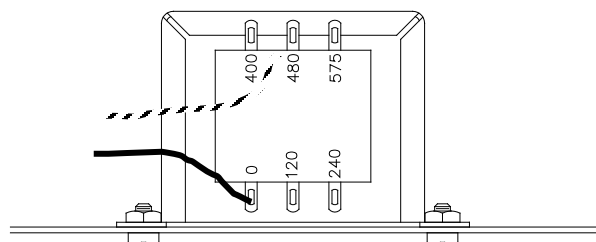

Figure 3.3 Raccordements du transformateur T1
1. Ouvrez le contrôleur de puissance SCR et repérez le transformateur T1. Le côté primaire du transformateur T1 comporte deux fils (un noir et l'autre noir et blanc). Voir la figure 3.3.